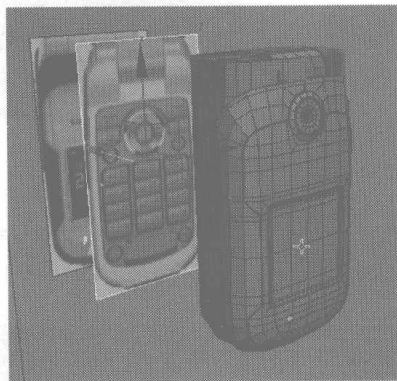

图 4.235
- 02** 取消元素编辑模式，选择复制的贴图，在工具栏中单击 按钮打开材质对话框，任意选择一个材质球，单击 按钮，将其赋予所复制的贴图，然后在 Blinn Basic Parameters 卷展栏中单击 Diffuse 右侧的小按钮，在弹出的对话框中选择 Bitmap 命令，选择配套光盘中名为键盘.jpg 的文件，单击 按钮导入贴图，如图 4.235 所示。